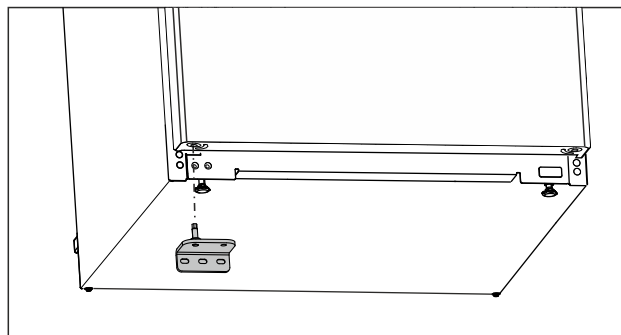

Fig. 20
- Установите нижний опорный кронштейн на противоположной стороне. (см. Fig. 20)